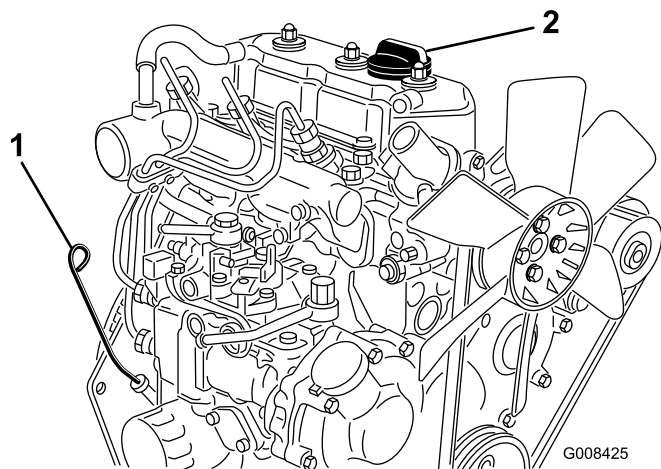

図 29
2. ディップスティックを抜き、ウェスで一度きれいに拭く(図 29)。ディップスティックを、首の根元までもう一度しっかりと差し込む。首から引き抜いて油量を点検する。油量が足りなければ、バルブ・カバーについている補給口のキャップを取り、ディップスティックの FULLマークまで **ゆっくりと** 補給する。補給するときは、ディップスティックで確認しながら少量ずつ入れてください。**入れすぎないこと。**